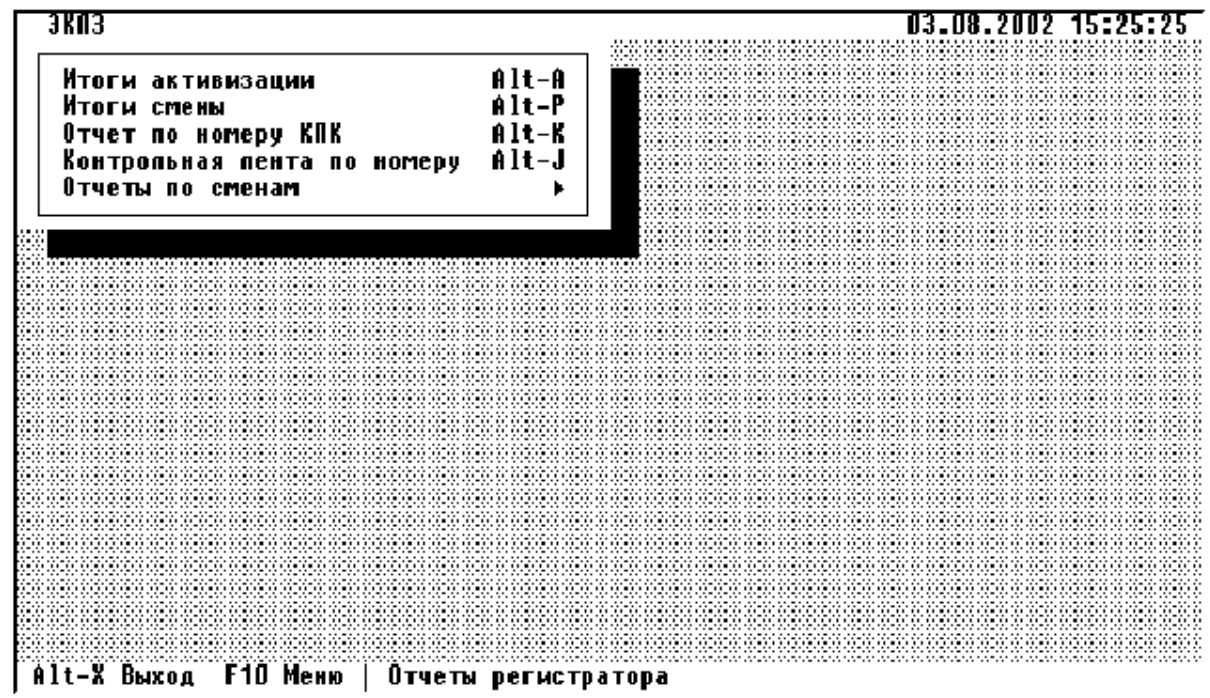

Рисунок 4.1 - Меню получения отчетов из ЭКЛЗ
4.2.2 Нажать клавишу "F10" и нажать клавишу "Enter". На экране дисплея появится меню получения отчетов из ЭКЛЗ (Рисунок 4.1).